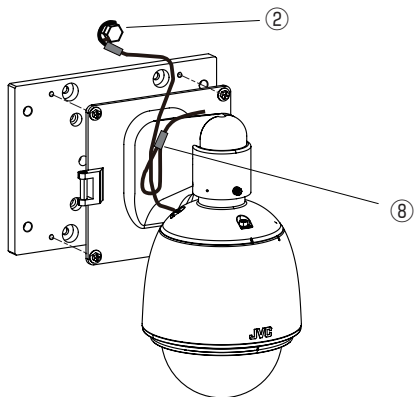

図3. 壁面取付ブラケットのアーム部のみ使用した場合の取付図
本機のカメラ取付用穴にカメラを壁面取付ブラケットのアーム部に付いているねじを利用して取り付ける。その後、⑧を壁面取付ブラケットのアーム部に巻き付け、②を利用して壁面に取付ける。(図3)